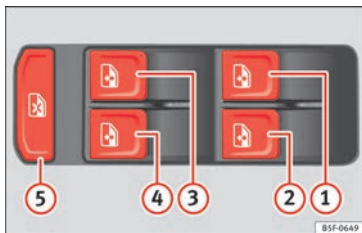

Fig. 137 Detalle de la puerta del conductor: mandos para las ventanillas (vehículo de 5 puertas con elevallunas eléctricos anteriores y posteriores).
Las teclas » **fig. 137** ①, ②, ③ y ④ tienen dos posiciones para la apertura de las ventanillas y otras dos para el cierre. De este modo es más fácil controlar las operaciones de apertura y cierre.